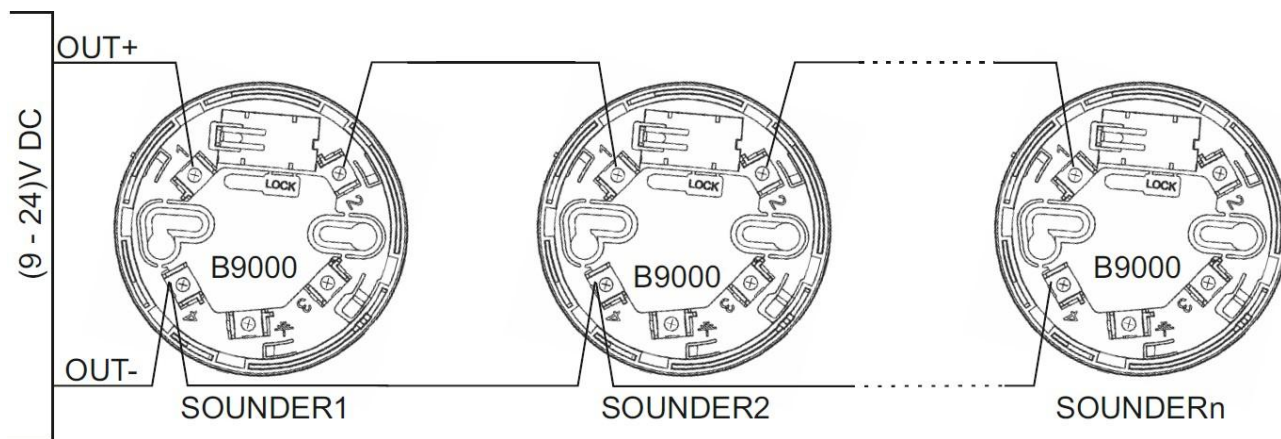

Fig. 1
- Connectez les câbles électriques selon le schéma ci-joint (Figure 1) ;